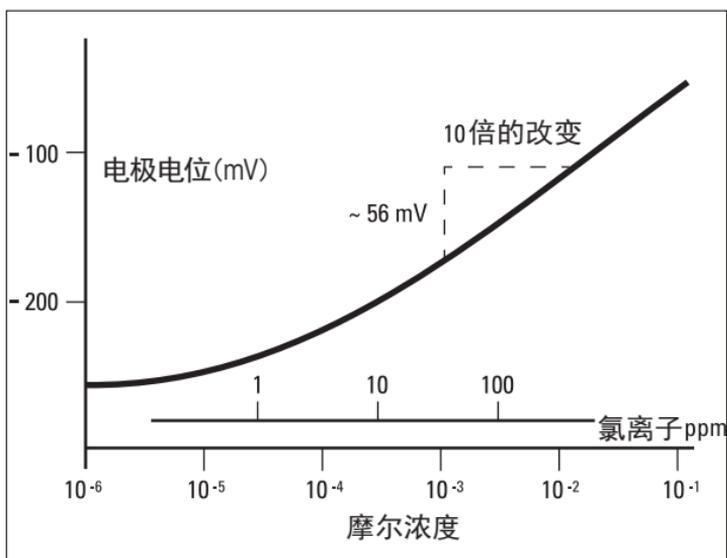

图 2 - 典型的氯离子电极校准曲线
3. 参照表2的步骤，加入相应体积的1000 mg/L 或 10^{-2} mol/L氯离子标准液至烧杯中。每次加入后，记录稳定的电位mV读数。在半对数绘图纸上，以电位值为纵坐标，浓度值为对数横坐标作图（见图2）。每天使用新鲜的标准液，绘制新的校准曲线。